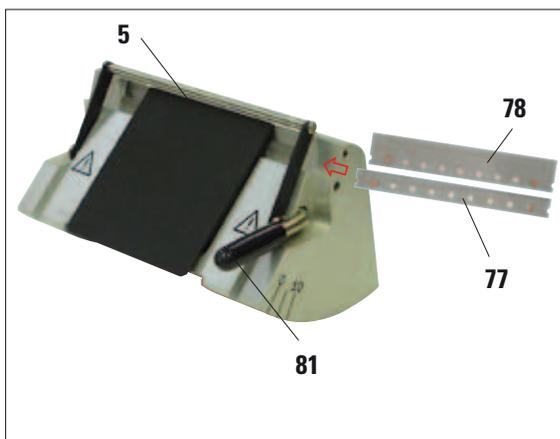

Fig. 30
- Durante il montaggio, accertarsi che il bordo superiore della piastra di spinta (**86**) sia parallelo ed alla stessa altezza del bordo superiore della piastra a pressione posteriore (**80**) (vedi fig. 30/31, pagina 35). Se necessario, registrare la piastra di spinta (cap. 5.9.10).